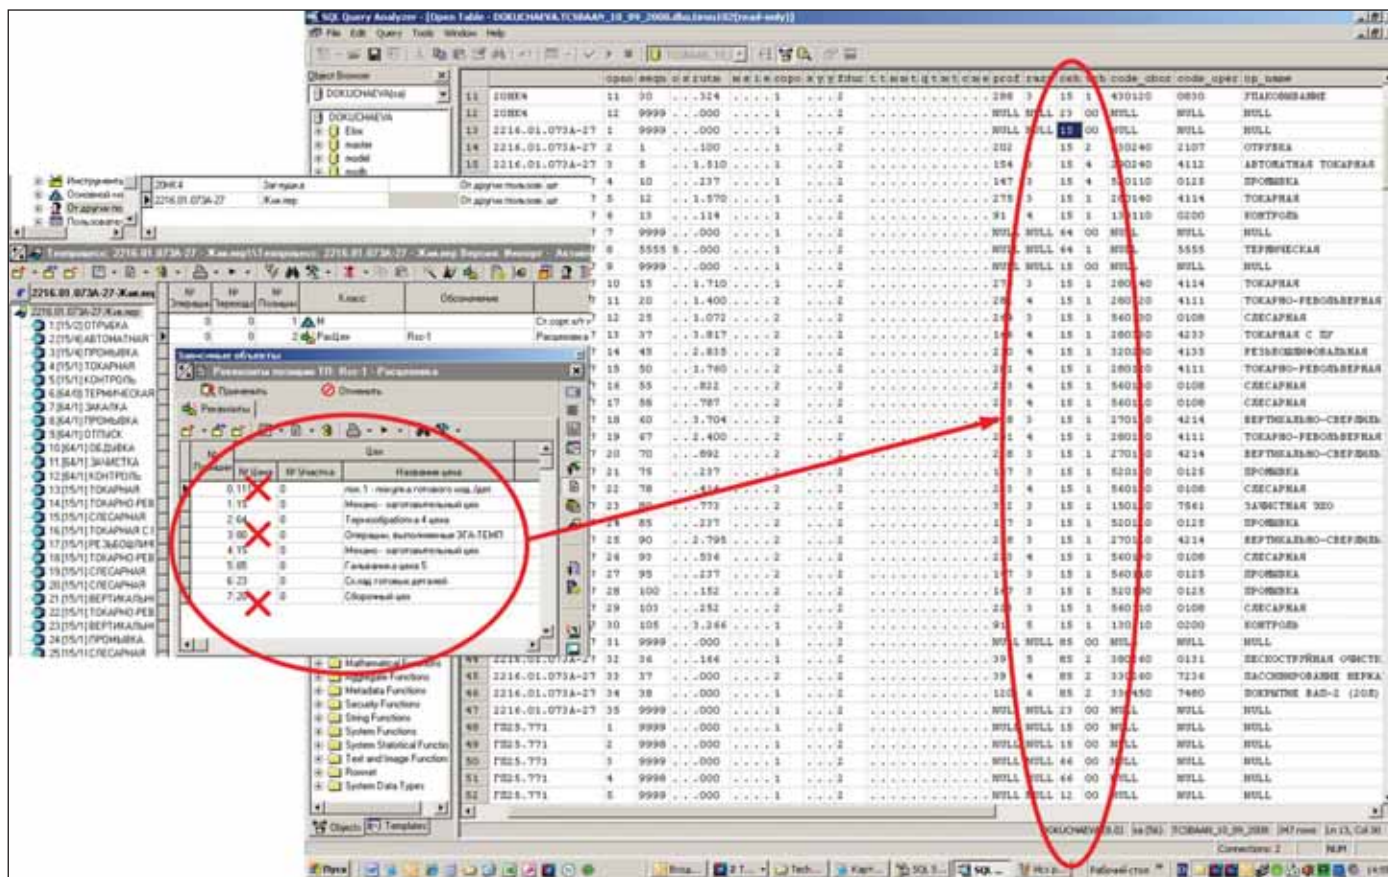

Рис. 4. Обрабатываем расцеховку
- предварительный маршрут (расцеховку) также надо анализировать и подвергать корректировке по определенному алгоритму (рис. 4);